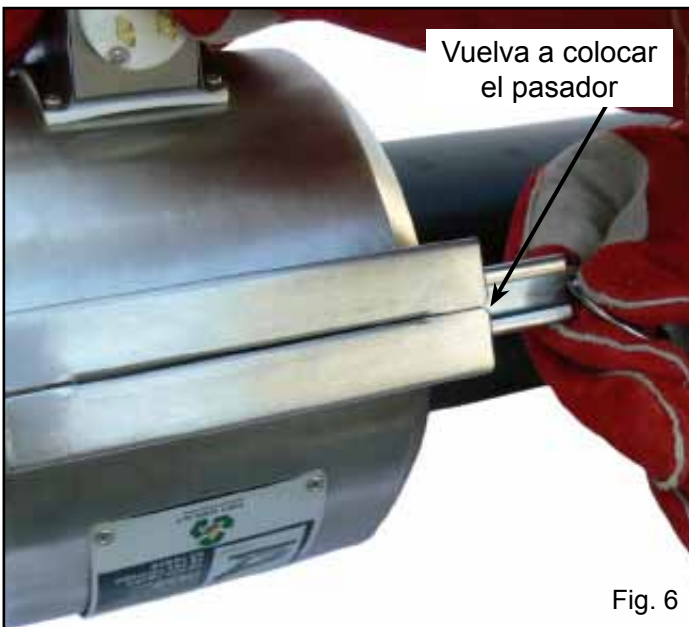

Fig. 6
**NO** deje unidades en una posición elevada sin trabarlas, por la posibilidad de que el calentador sufra una sacudida y caiga sobre alguna persona o equipo (Fig. 6).